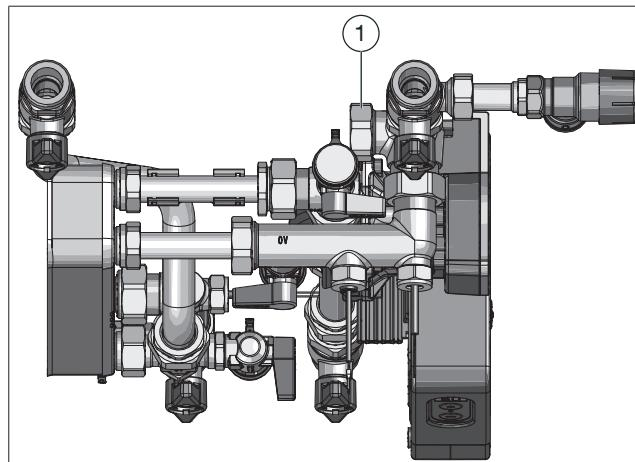

Abb. 5: Anschluss für das Zirkulationsset
6. Schrauben Sie die Verschlusskappe vom Anschluss für das Zirkulationsset (siehe Position 1 in Abb. 5) ab.